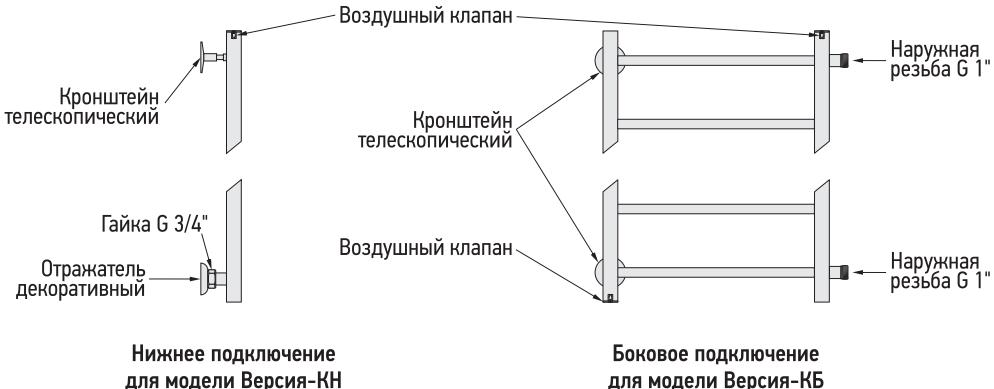

Рис. 2
- 3.2. Схема монтажа ПС «Стилье» моделей «Версия-КН», «Версия-КБ» (рис. 2).